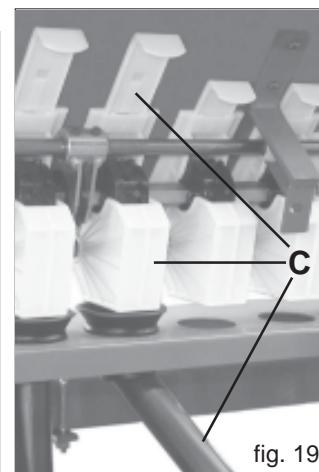

fig. 19
- Desserrer l'écrou (A) et la vis (B).
- Contrôler l'ouverture des lames des distributeurs qui ont le tube télescopique (C Fig. 19); toutes les autres lames seront fermées.